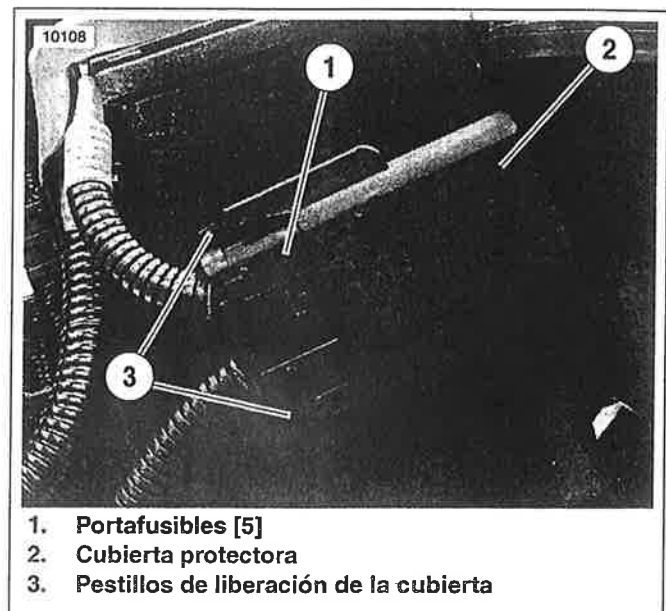
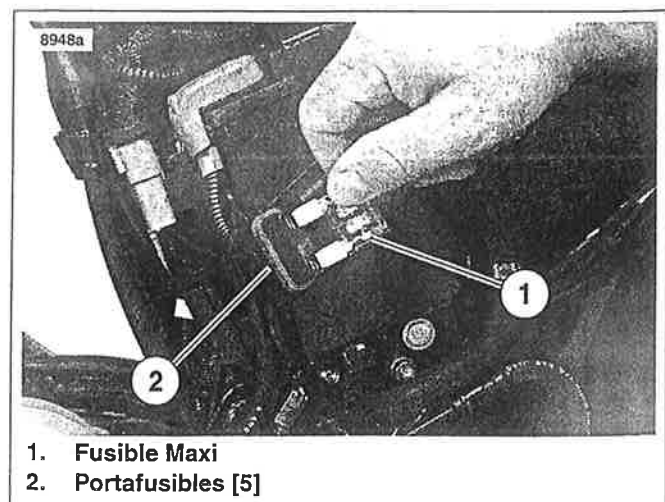

Figura 7-63. Fusible Maxi de 30 A
Figura 7-64. Extracción/instalación del fusible Maxi
2. Vea la Figura 7-63. Apriete para juntar los pestillos de liberación de la cubierta (3) y tire del portafusibles [5] (1) de la cubierta protectora (2).
3. Vea la Figura 7-64. Sostenga el portafusibles (2) y tire del fusible Maxi (1) directamente hacia fuera.
4. Instale el fusible Maxi (1) alineando los terminales de paleta en el fusible con los enchufes hembra en el portafusibles [5] (2). Presione bien el fusible Maxi en el portafusibles.
5. Vea la Figura 7-63. Empuje el portafusibles [5] (1) dentro de la cubierta protectora (2) hasta que los pestillos de liberación (3) encajen en su lugar.
9. Vea la Figura 7-64. Instale el fusible Maxi (1) alineando los terminales de paleta en el fusible con los enchufes hembra en el portafusibles (2). Presione bien el fusible Maxi en el portafusibles.
10. Vea la Figura 7-63. Empuje el portafusibles (1) dentro de la cubierta protectora (2) hasta que los pestillos de liberación de la cubierta (3) encajen en su lugar.